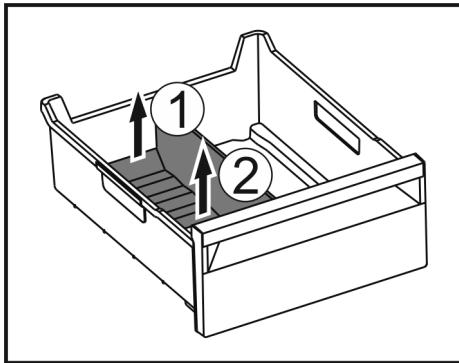

Fig. 114
- ▶ Hinteren Teil des Eisfach-Trenners anheben. Fig. 114 (1)
- ▶ Eisfach-Trenner nach oben entnehmen. Fig. 114 (2)